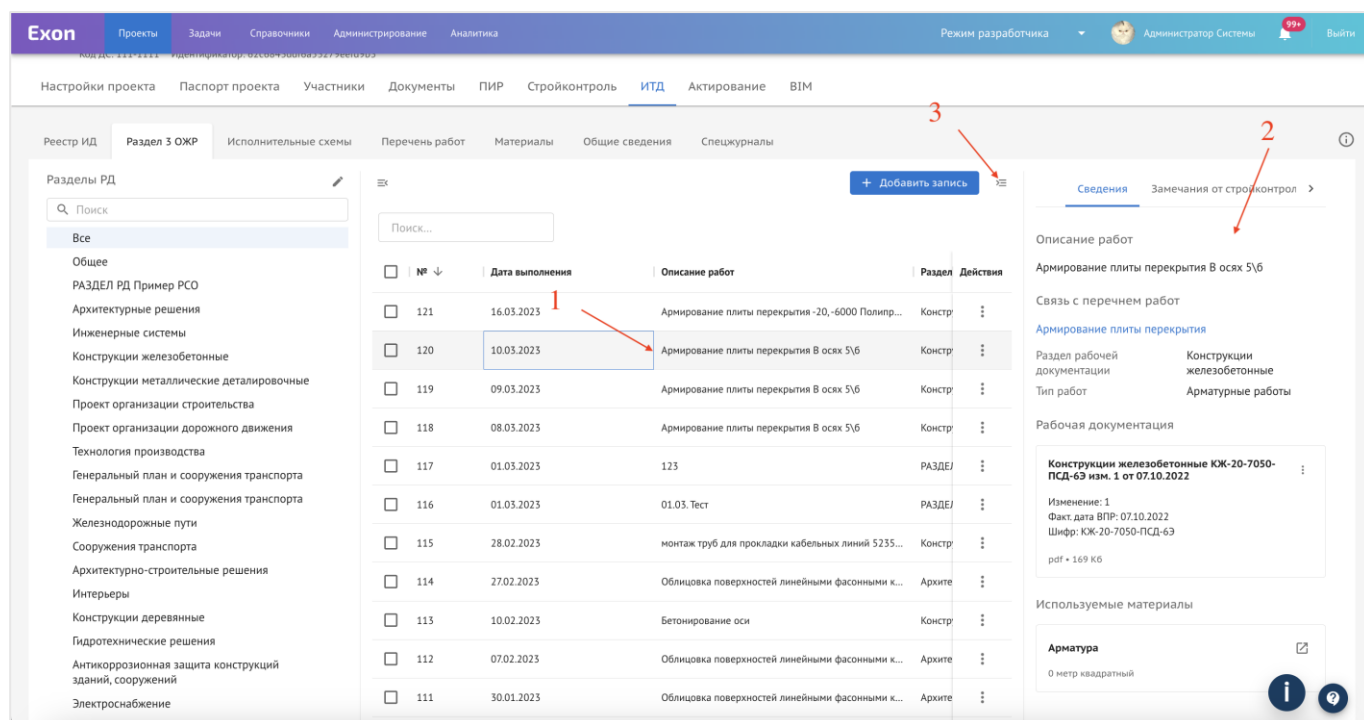

Рис. 55 – Дополнительная информация
прикреплена данная запись). При необходимости, данное окно можно скрыть (3) (рис. 55).